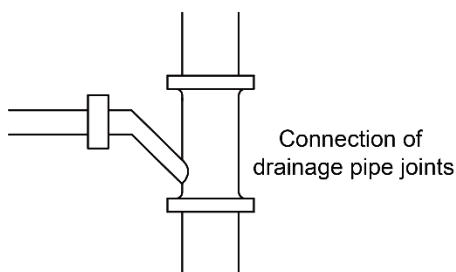

Fig.4.3.6
(8) La tubería horizontal puede conectarse a la tubería vertical al mismo nivel; seleccione el método de conexión que se muestra en la siguiente figura.
N.º 1: Conexión de uniones de tubería de drenaje (Fig.4.3.6)